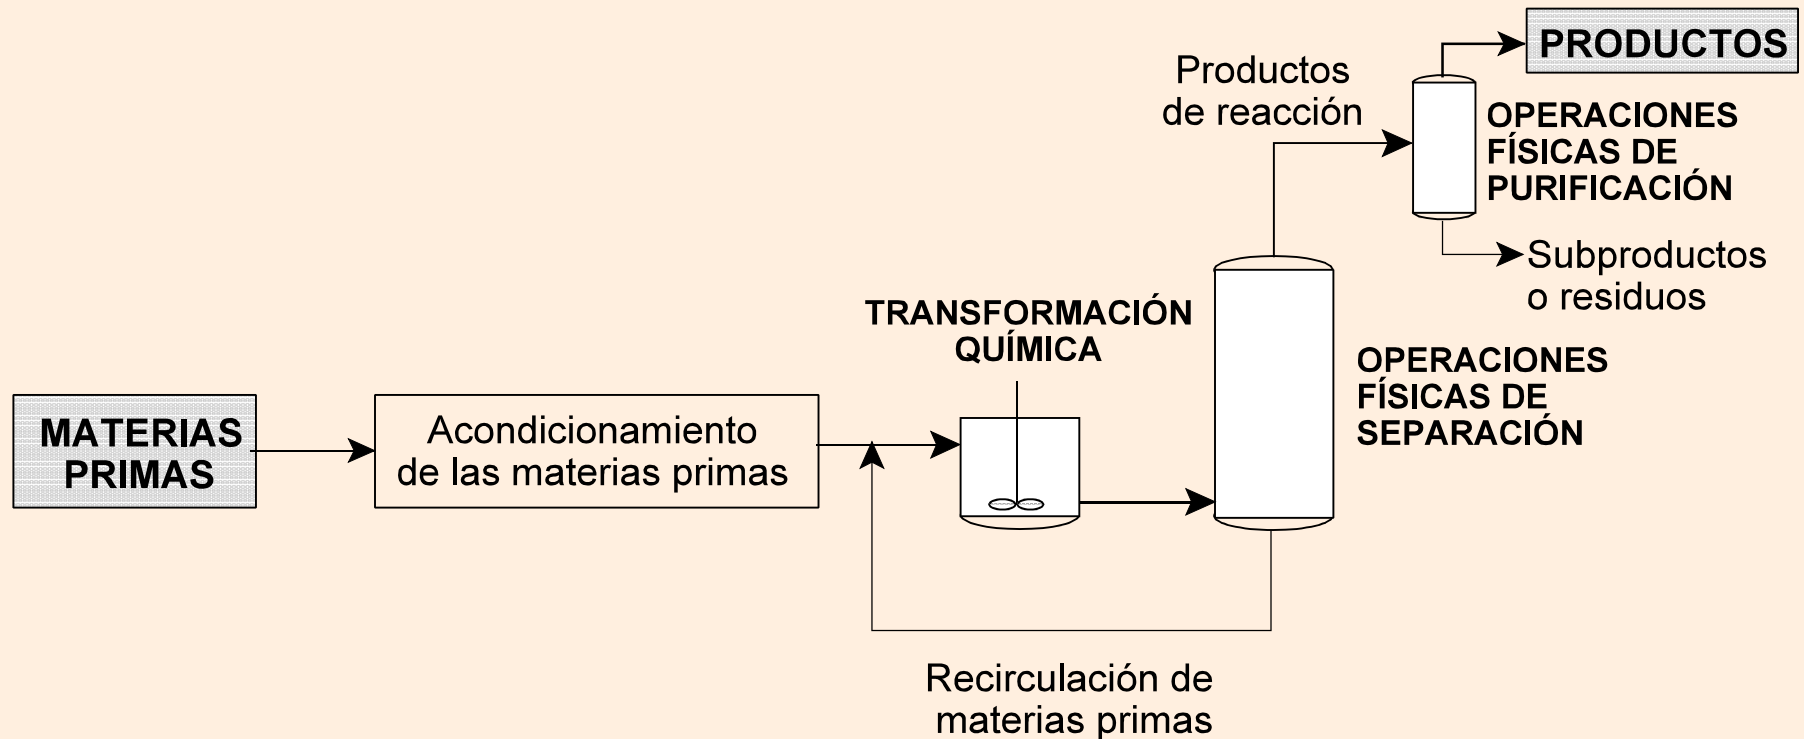

Figura 1.1: Procesos químico-industriales.
**Proceso químico:** Diversas operaciones relacionadas entre sí; reacciones químicas y operaciones físicas de tratamiento o separación (**Figura 1.1**).